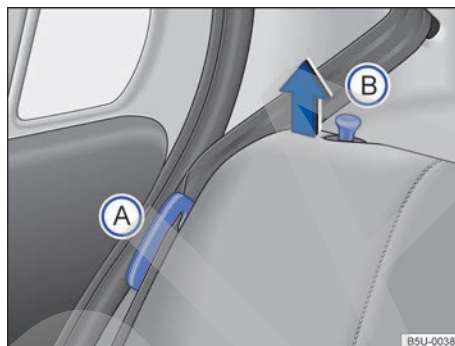
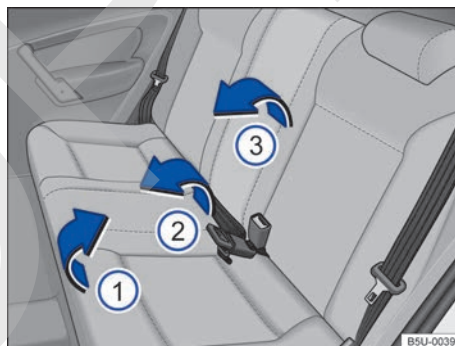

Fig. 72 Asiento trasero: posicionador de la banda del cinturón de seguridad (A) y pasador de desbloqueo del respaldo (B).
Fig. 73 Asiento trasero: inclinar el asiento trasero.
Las figuras → fig. 72 y → fig. 73 ilustran, a modo de ejemplo, el procedimiento para inclinar el asiento trasero del modelo Nuevo Gol 4 puertas. El modelo Nuevo Gol 2 puertas sigue el mismo concepto.
- Encajar las bandas de los cinturones de seguridad en los alojamientos correspondientes en el guarnecido lateral → fig. 72 (A).
- Tirar del asiento por la parte de adelante → fig. 73 (1) en el sentido de la flecha, hacia arriba.
- Levantar la parte trasera del asiento → fig. 73 (2) y desplazar totalmente hacia adelante, para que el asiento quede lo más próximo posible del entarimado y del respaldo del asiento delantero.
- Tirar de las clavijas de desbloqueo → fig. 72 (B) y, al mismo tiempo, plegar parcialmente el respaldo del asiento → fig. 73 (3) y quitar los apoyacabezas → pág. 51. Bajar completamente el respaldo del asiento trasero.
- Encajar las bandas de los cinturones de seguridad en los respectivos posicionadores → fig. 72 (A).
- Levantar las clavijas → fig. 72 (B) y, al mismo tiempo, plegar parcialmente el respaldo del asiento trasero → fig. 73 (3).